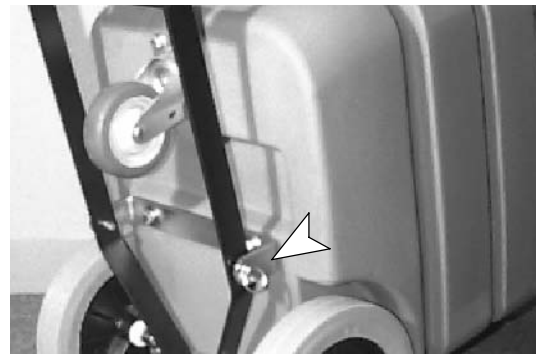

FIG. 3
6. Fixez le racloir sur le support de montage. Utilisez (2) les vis à œillet et goupilles fendues fournies (Figure 3).